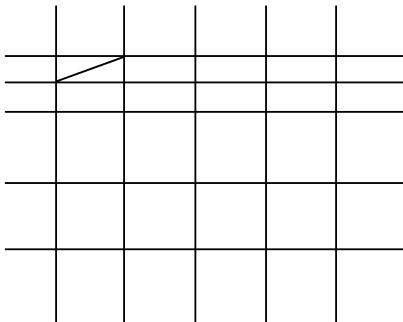

图 5-32 构造线和斜线
指定下一点或 [放弃 (U)]: * 取消 * (如图 5-32 所示)